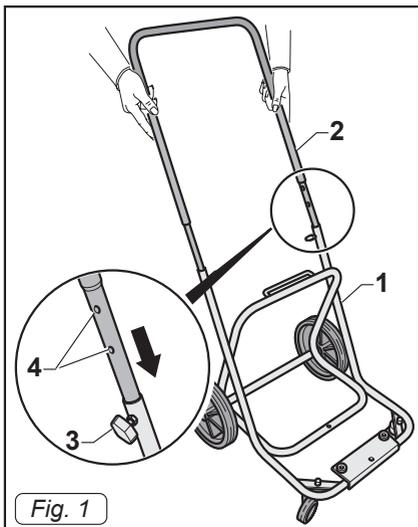

Fig. 1
- Поставьте тележку на грунте (1 Рис. 1).
- Вставьте ручку (2 Рис. 1) тележки
- Возможность регулирования высоты ручки, позиционируя ее и нажать кнопку фиксации (3 Рис. 1) напротив одной из двух положений (4 Рис. 1)